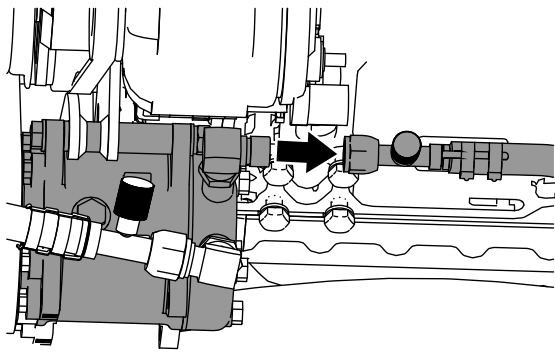

图 41
注意 确保按照图 40和图 41 所示角度安装接头。
3. 将驾驶室的空调高压软管 $\frac{3}{4}$ 英寸连接至直角接头 $\frac{3}{4}$ 英寸如 图 41所示。